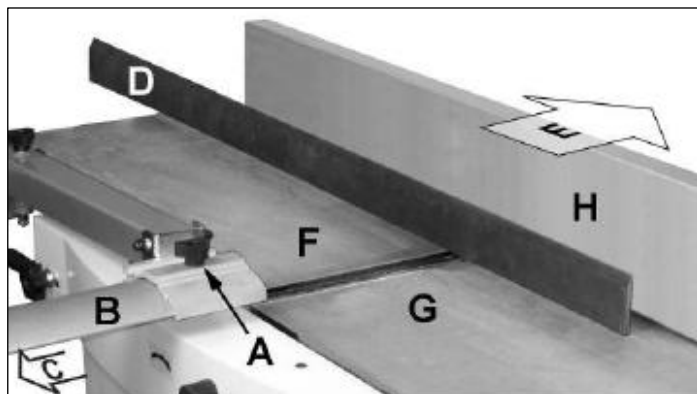

Рисунок 9.
- Ослабьте блокирующую ручку А (рис. 9) и сдвиньте ограждение В по стрелке С.
Снимите ограждение ножевого вала В (рис. 9).
Снимите ограждение В ножевого вала (рис. 9).